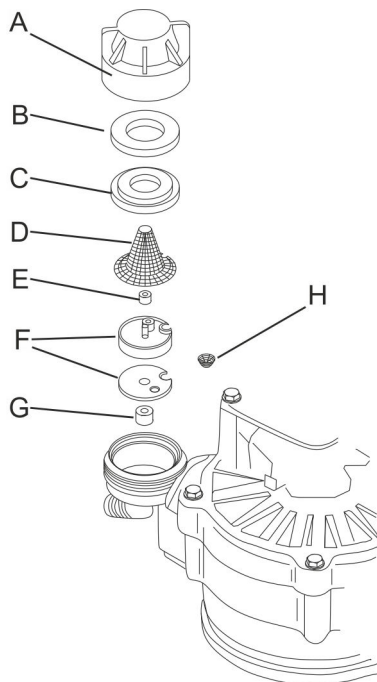

Abb. 32: Injektor reinigen
1. ➤ Injektorkappe (A) abschrauben.
2. ➤ O-Ring (B), Siebhalterung (C), großes Trichtersieb (D), Durchflussbegrenzer (E), Injektorscheiben inkl. Dichtung (F), Durchflussbegrenzer für Solefüllung (G) sowie kleines Trichtersieb (H) gemäß Abb. 32 ausbauen.
4. ➤ Gereinigte Bauteile des Injektors (Abb. 32) in umgekehrter Reihenfolge zusammenbauen.